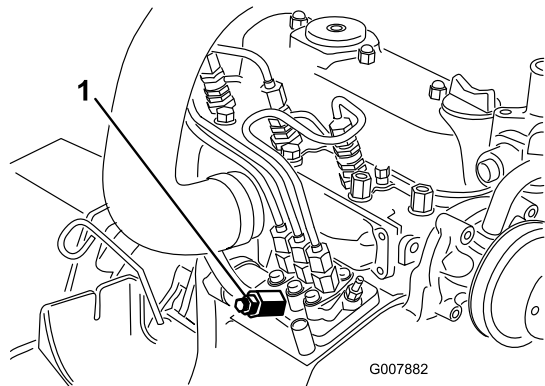

Figure 38
3. Placez un chiffon sous la vis de purge d'air sur la pompe d'injection et ouvrez la vis (Figure 38).